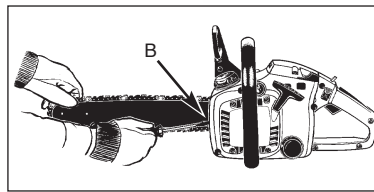

Рис. 5
- Приподнимая за кончик шину, ослабьте гайку крепления крышки и вращайте регулировочный винт (D) ПО ЧАСОВОЙ СТРЕЛКЕ, чтобы увеличить натяжение цепи. Вращение регулировочного винта ПРОТИВ ЧАСОВОЙ СТРЕЛКИ уменьшит натяжение. Следите за тем чтобы цепь вокруг шины не выпадала из канавки (рис. 5).